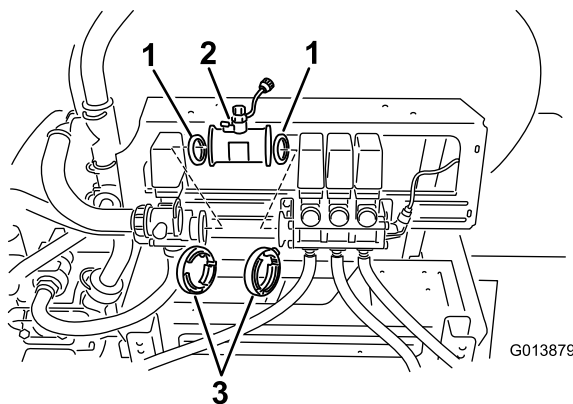

图5
- 根据指向三个喷洒臂阀（图5）的流量箭头，将管线式流量计直通阀安装在搅拌阀和喷洒臂阀总成之间。
- 将现有垫片安装至与搅拌阀相配的流量计一侧（图5）。